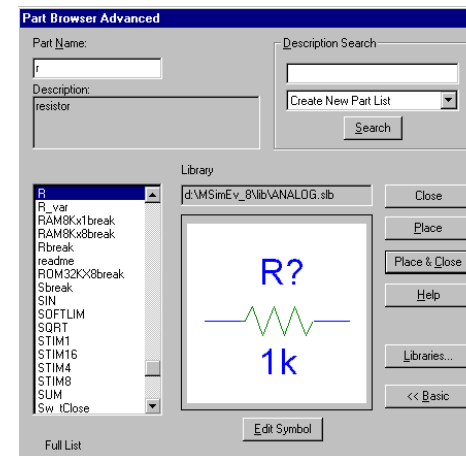
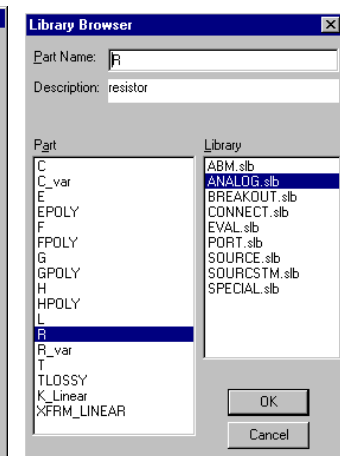

Figura 5
Figura 6
2. En la ventana de selección de símbolo (figura 5) escribiremos el nombre del dispositivo. Si no se conoce el nombre del dispositivo deseado, lo buscaremos entre las librerías. Para ello desplegaremos la lista de librerías pulsando sobre **Libraries**, aparecerá una ventana con la lista de librerías a la derecha y una lista de los componentes de la librería seleccionada a la izquierda (figura 6). Cuando localicemos el dispositivo haremos doble clic sobre él con el botón izquierdo del ratón para que su símbolo aparezca en la ventana de selección de dispositivo.